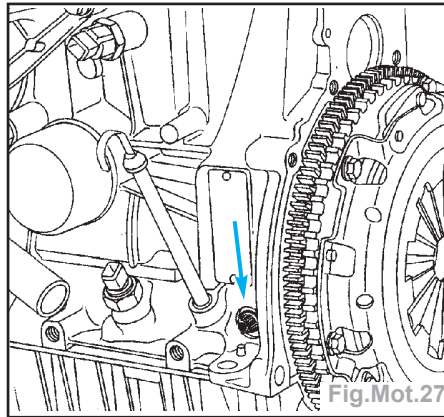

Fig.Mot.27
- le bouchon de pige Point Mort Haut (Fig.Mot.27).